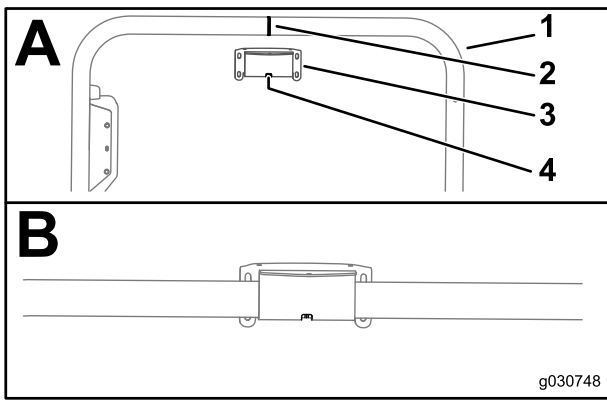

Figura 123
1. Alinhe a ranhura que se encontra no centro da montagem do recetor com o sulco de soldadura na linha central do tubo ROPS (Figura 123).